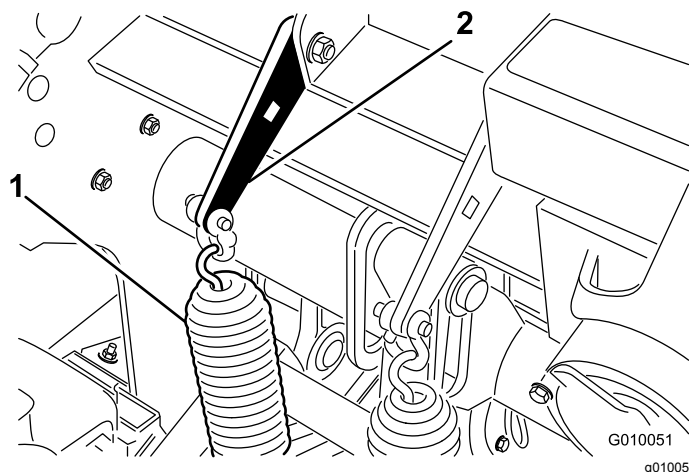

Figure 37
2. Desserrez les écrous des boulons qui fixent les supports des ressorts à la tête d'aération (Figure 37). Laissez-les en place.